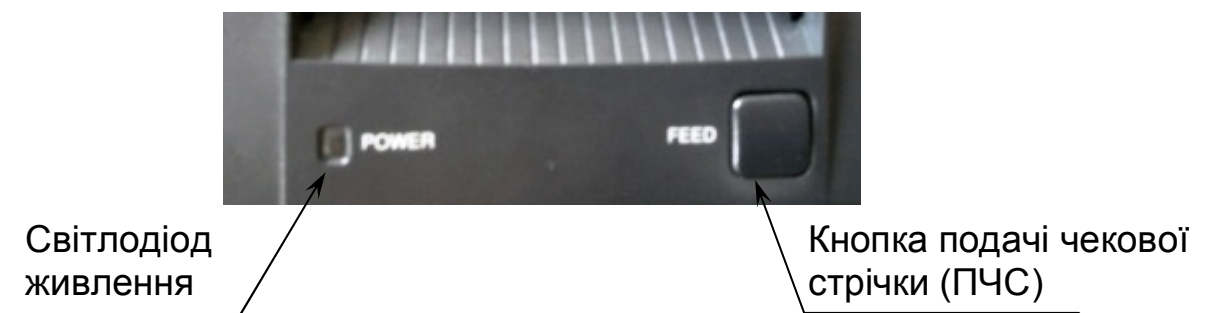

Рисунок 3
- Увімкнути блок живлення в електричну мережу і натиснути вимикач живлення на бічній стінці ЕККР. Після цього ввімкнуться світлодіод живлення (рисунок 3) і підсвічування індикатора, та відбудеться самотестування реєстратора. ЕККР готовий до роботи після появи на індикаторі клієнта початкової суми. У разі якщо ЕККР видає звуковий сигнал помилки, необхідно виключити живлення та перевірити: